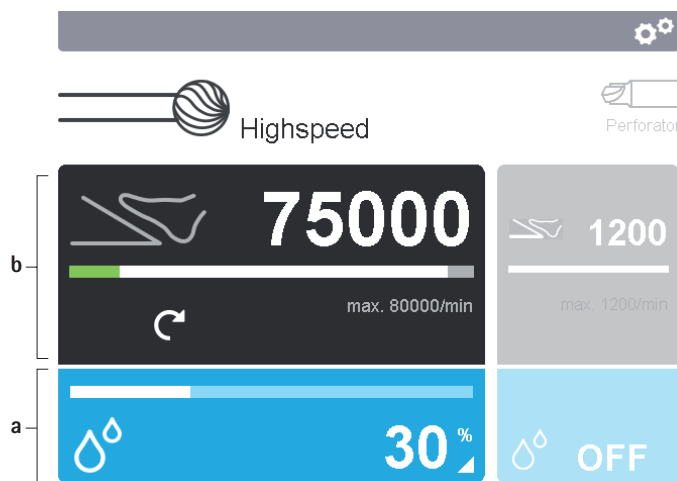

Fig. 5 Aktivering af betjeningsfelter
- Ændring af indstillingsparametre for anvendelsesdel: Aktivér betjeningsfeltet for anvendelsesdelen **b** i displayet 2, se Fig. 5.